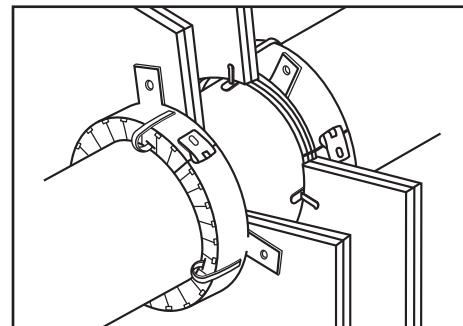

Figure 6 : Application pour mur de gypse ou élément de maçonnerie de béton creux.
A. Le dispositif pour tuyaux en plastique doit être installé des deux côtés du mur. Répéter les étapes précédentes pour installer le deuxième dispositif pour tuyaux en plastique (Figure 6).